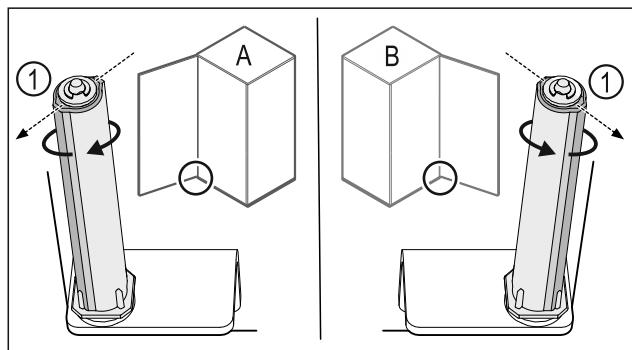

Fig. 37 Okretanje nalijevo (A) / okretanje nadesno (B)
- Okrećite sustav zatvaranja do kraja dok lamela sustava zatvaranja Fig. 37 (1) ne bude usmjerena prema van.